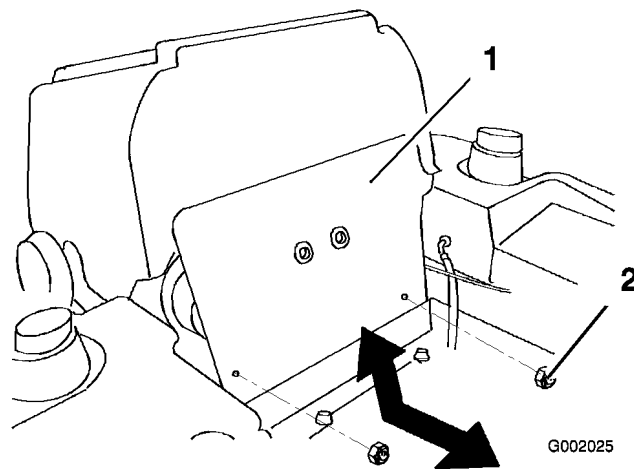

Figura 39
3. Ribaltate in avanti il sedile e togliete il pannello anteriore del motore (Figura 39).